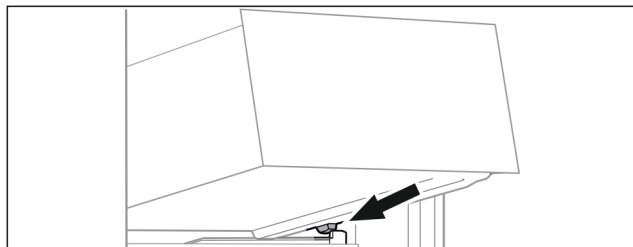

Fig. 135
- Nasad'te zásuvku šikmo za zarážky na žebrování na nádoby. (viz Fig. 135)